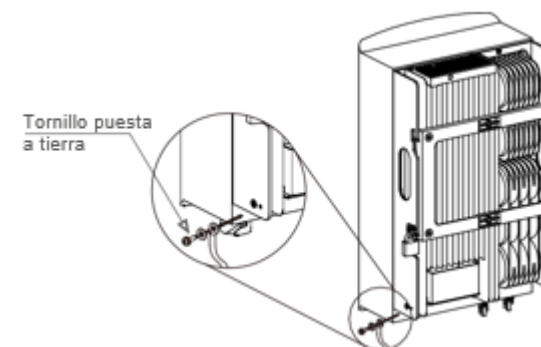

Figura 5.10 Cable fijo
- 6) Conecte el cable de conexión a tierra al punto de conexión a tierra en el disipador de calor y apriete el tornillo de conexión a tierra, el par de apriete es 3Nm (vea la figura 5.10).